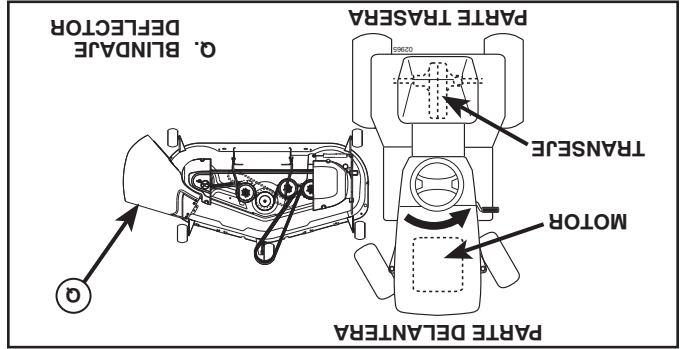

Fig. 6
3. GIRE EL VOLANTE HACIA LA IZQUIERDA Y UBIQUE LA CORTADORA DE CÉSPED EN SU LUGAR (Vea Fig. 6)